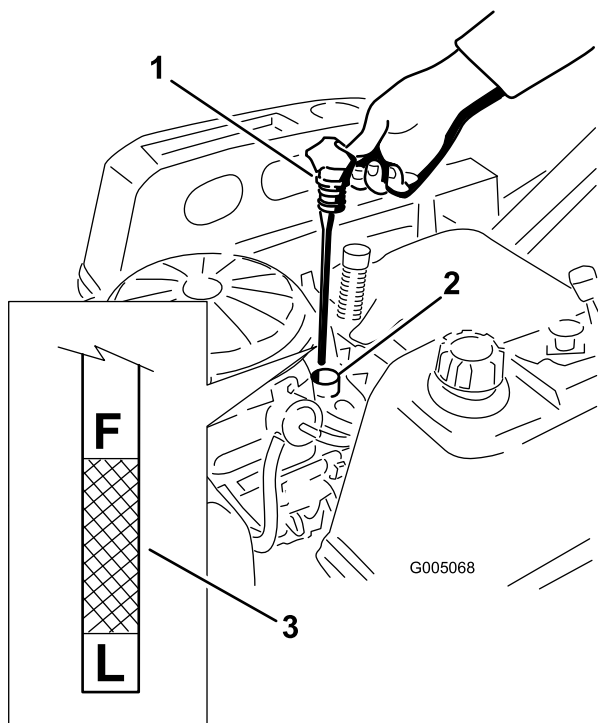

Figure 24
4. Sortez le bouchon de remplissage/jauge de niveau d'huile et l'essuyer sur un chiffon. Remettez la jauge en place en l'enfonçant au maximum (Figure 24).
5. Sortez de nouveau la jauge et contrôlez le niveau d'huile (Figure 24).
6. Enlevez le bouchon de vidange d'huile (Figure 25). Enlevez le bouchon de remplissage/la jauge (Figure 24).
- Versez avec précaution environ 80 % de la quantité d'huile spécifiée dans le goulot de remplissage (Figure 24)
- Remettez fermement en place le bouchon de remplissage/la jauge d'huile (Figure 24).
- Vérifiez le niveau d'huile (Figure 24) (voir Contrôle du niveau d'huile).